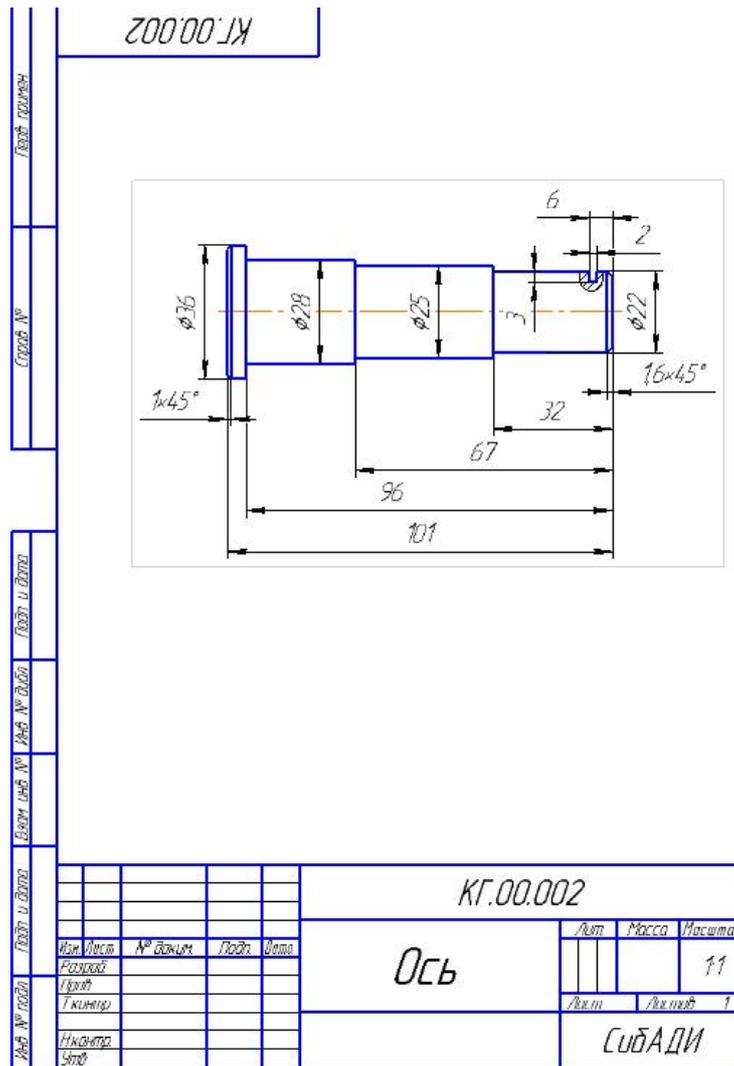

Рис. 4.6. Рабочий чертеж детали «Ось»
- Откройте чертеж детали «Ось», который находится в папке «... \Рабочие чертежи\Ось \_ КГ.00.002» (рис. 4.6).